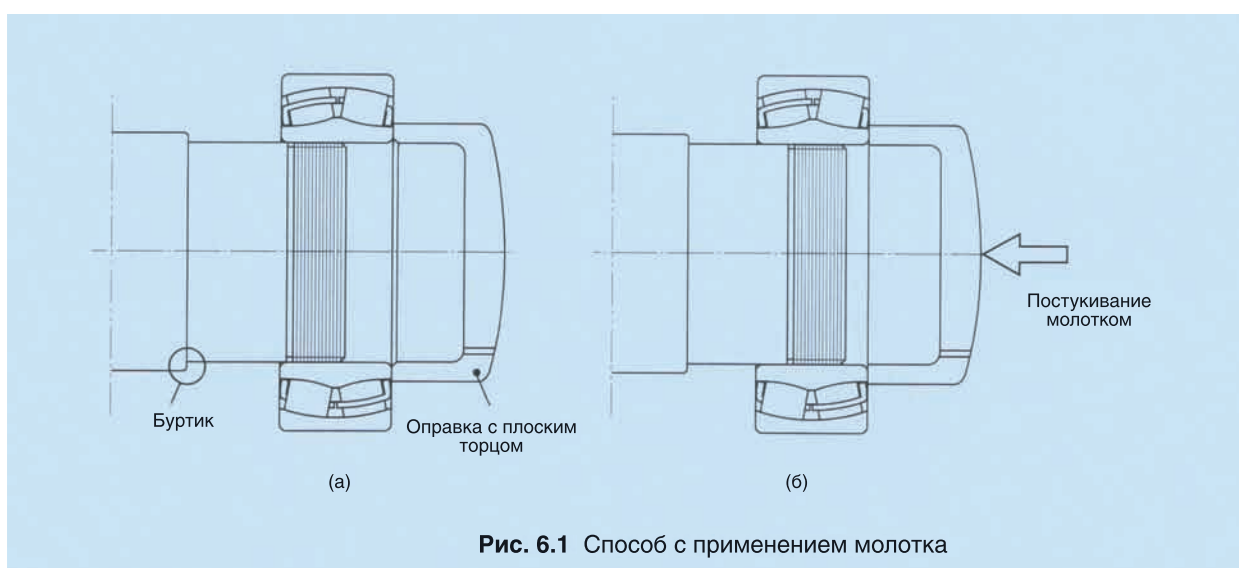

Рис. 6.1 Способ с применением молотка
6.2.1 Монтаж с применением молотка (Рис. 6.1)
3. После этого обеспечьте как можно более плотный контакт между начальной частью внутреннего кольца (с фаской) подшипника и местом посадки подшипника на вал, что не позволит создать перекос между торцевой частью оправки и торцом внутреннего кольца на валу. **(Рис. 6.1 (а))**
4. Обеспечив перпендикулярность торца оправки оси вала легкими постукиваниями по ударной части оправки, начните напрессовку подшипника. **(Рис. 6.1 (б))**